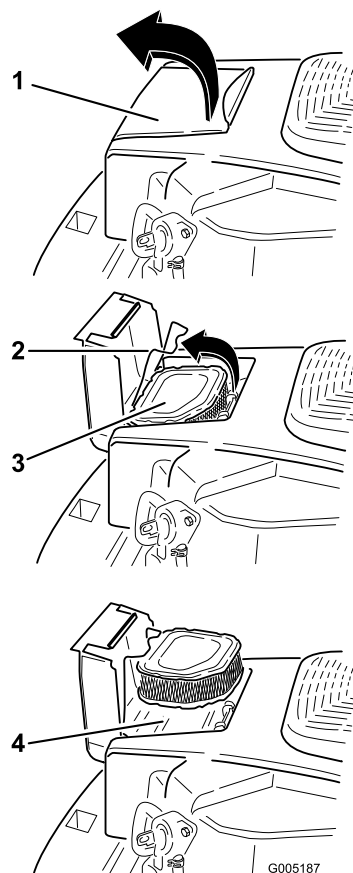

Bild 24
1. Öffnen Sie die Tür an der Luftfilterabdeckung am Gebläsegehäuse, um an den Luftfiltereinsatz zu gelangen (Bild 24).
2. Haken Sie den Riegel aus und nehmen Sie den Luftfiltereinsatz heraus (Bild 24).